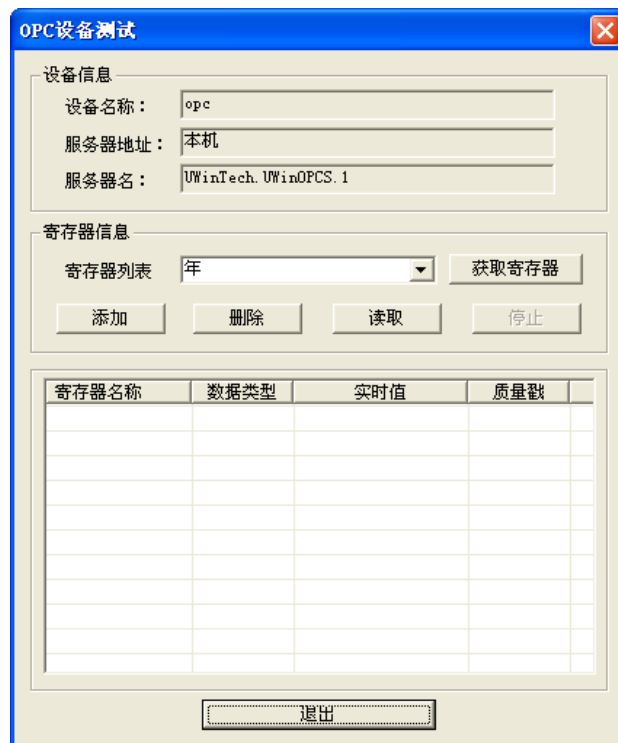

图 6-15 OPC 设备测试
(8) 点击确定就新建好 OPC 设备，右键点击“测试”或点击测试图标“”，弹出 OPC 设备测试窗口，如图 6-15 所示。